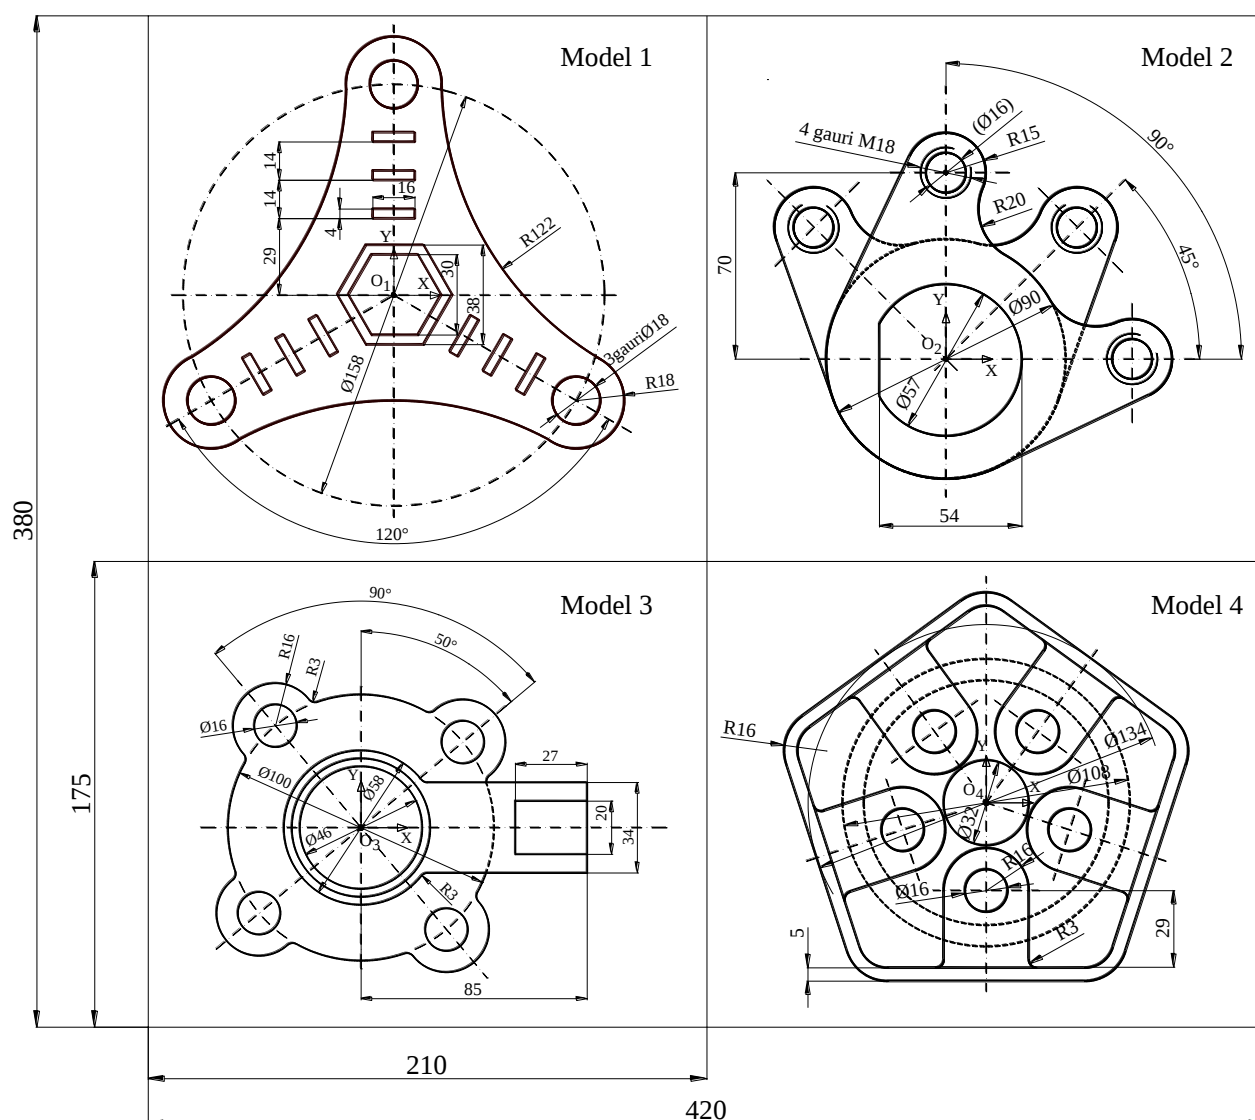

Fig. 5.1. Reprezentarea ortogonală a modelelor
Să se reproducă reprezentările ortogonale (vederi) și solide ale modelelor grafice propuse, folosind fișiere separate pentru reprezentarea plană (Fig. 5.1), respectiv pentru fiecare model solid (Fig. 5.2b...5.5b).
2. Delimitarea și compartimentarea suprafeței de desenare, conform Fig. 5.1.